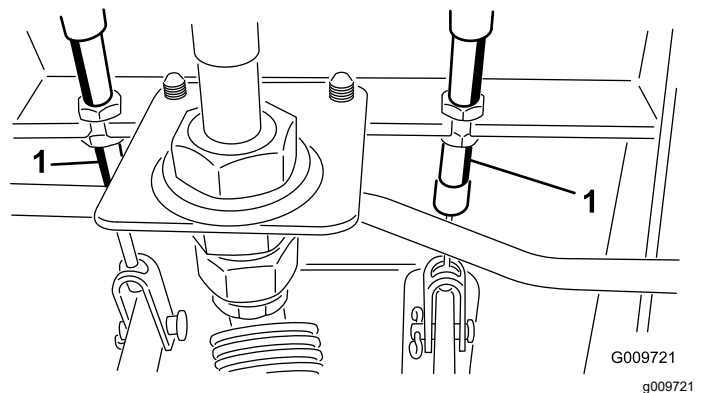

Figure 87
- A. Desserrez l'écrou avant sur l'extrémité fileté du câble de frein (Figure 87).